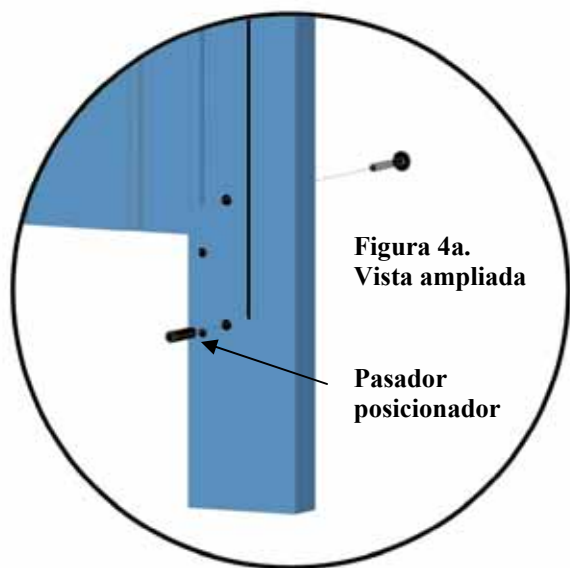

Figura 4a.
- Inserte los (2) pasadores posicionadores de metal en el orificio más bajo del pilar de la cabecera como se muestra en la Figura 4a.